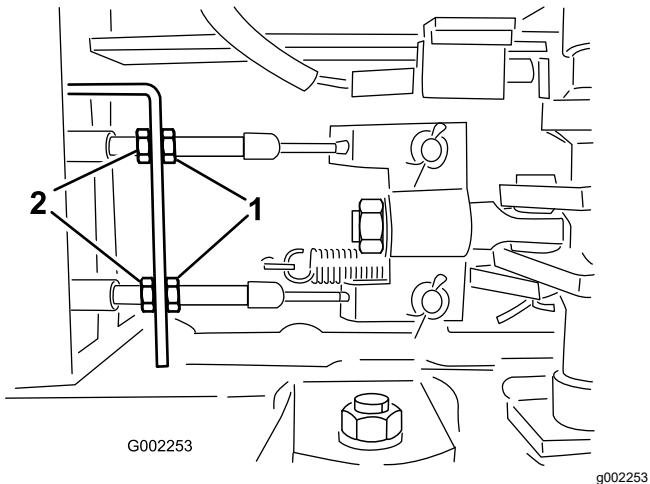

Figura 102
5. Afloje las contratuerzas delanteras de los cables de freno, debajo del extremo delantero del fumigador (Figura 102).
6. Apriete las contratuercas traseras en la misma cantidad hasta que el pedal de freno recorra entre 1 a 2 cm ($\frac{1}{2}$ " a 1") antes de que se note resistencia (Figura 102).